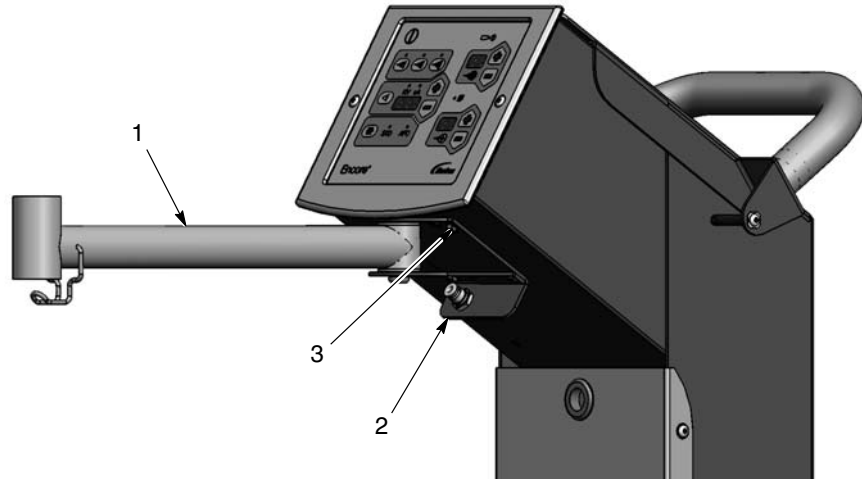

Figura 3-5 Installazione del braccio di raccolta
2. Vedi figura 3-5. Installare il braccio di raccolta come illustrato, usando quattro viti M5 x 10 con rondelle integrali (3).